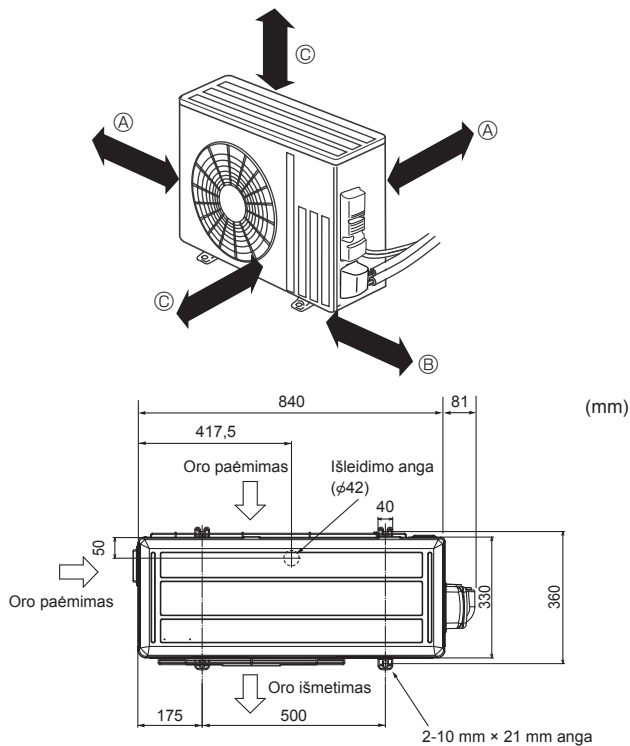

Fig. 3-1
3.1. Išorinis įrenginys (Fig. 3-1)